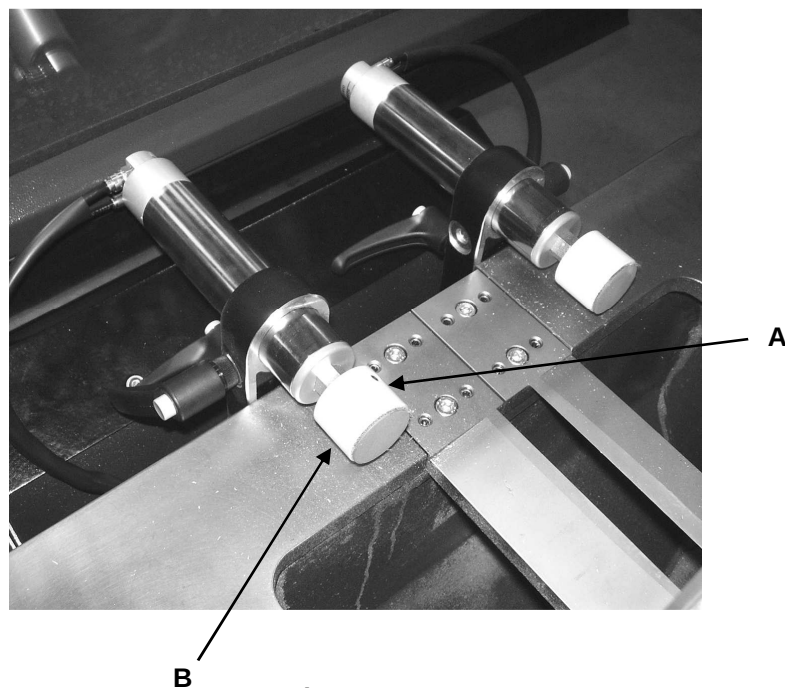

Fig. 10-07
10.3 SOSTITUZIONE DEI TAMPONI IN "PVC" DELLE MORSE (FIG. 10-07)